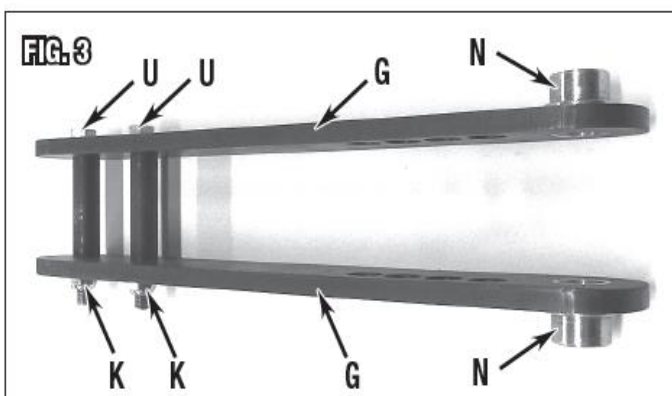

Рис. 3
1. Поместить одно из двух приводных звеньев (G) на чистую, горизонтальную рабочую поверхность.
2. Приготовить два комплекта болт 12 мм/шайба/распорная втулка/гайка. Поместить две распорные втулки (H)  $\text{Ø}3/4'' \times 2-13/16''$  [ $\text{Ø}19 \times 72$  мм] между двумя приводными звеньями (G) (Рис 2).
3. Надеть шайбу (I) 12 мм на болт (J) M12x120 мм, затем вставить в отверстие 13 мм в верхнее приводное звено, распорную втулку (H) и нижнее приводное звено (G). Поместить шайбу (E) 12 мм между болтом и гайкой M12 (K)затянуть гайку руками. Установить второй болт аналогично.
4. Проверка выравнивания: Временно вставить два штифта (L) и (M)  $\text{Ø}7/8''$  [ $\text{Ø}22$  мм] в два из четырех отверстий диаметром 22,5 мм в обоих приводных звеньях (G), чтобы выровнять их. Затянуть болты (J) M12 и гайки (K) M12, затем убрать штифты.
5. Вставить две латунные фланцевые втулки (N) в отверстия большого диаметра 32 мм с фланцами на внешних сторонах приводных звеньев (Рис. 3).